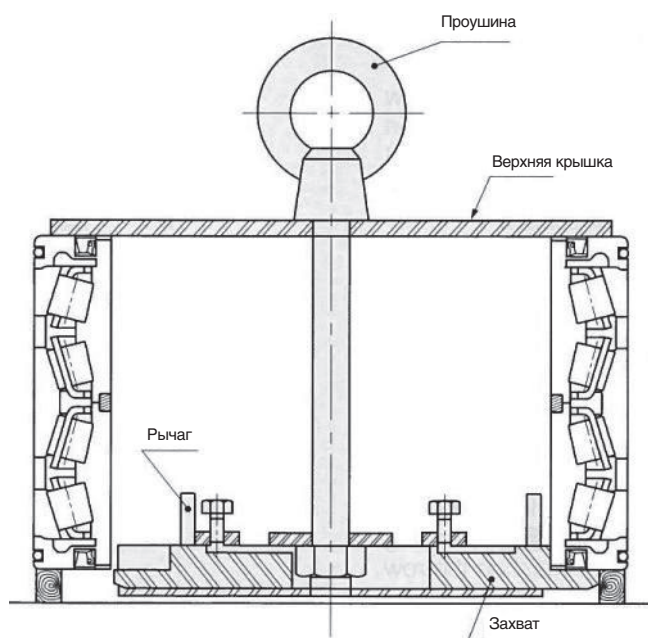

Рис. 3.19
- (1) Потяните рычаги, чтобы отвести захваты в главный корпус, затем вставьте подъемное оборудование в отверстие подшипника.
- (2) Надавите на рычаги, чтобы свести захваты. Убедившись в том, что захваты вошли в плотный контакт с торцевой поверхностью подшипника, затяните фиксирующий болт.
- (3) Установите верхнюю крышку строго перпендикулярно главному корпусу и вверните проушину.
- (4) Пропустите трос в проушину и аккуратно поднимите подшипник краном.
- (5) Совместите оси подшипника и распорки. Установите подшипник в распорку, внимательно следя за тем, чтобы натяжение троса не ослабло.
- (6) После того, как подшипник будет установлен в нужное положение, выверните проушину, отведите захваты в корпус подъемного оборудования и удалите подъемное оборудование. Для облегчения сборки подшипников закрытого типа и обеспечения ее точности необходимо использовать специальное подъемное оборудование. Для этого обеспечьте достаточно свободного пространства для работы подъемного устройства, как показано на **рис. 3.19**. Проконсультируйтесь у представителей NSK, так как размеры оборудования могут отличаться в зависимости от веса и конструкции распорки.